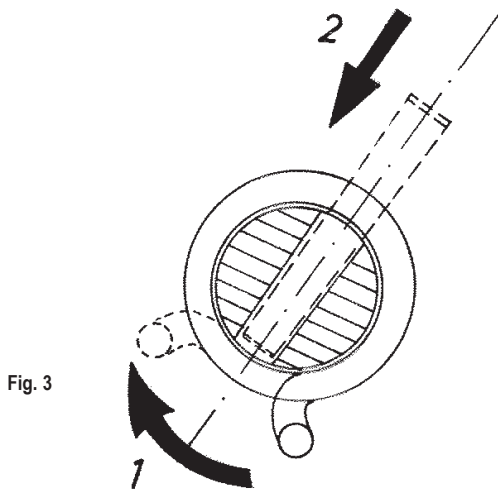

Fig. 3
4. Levante el extremo interior del muelle haciendo palanca con un destornillador hasta superar el alojamiento del pasador (fig. 3). Introduzca este a fondo mediante impactos.